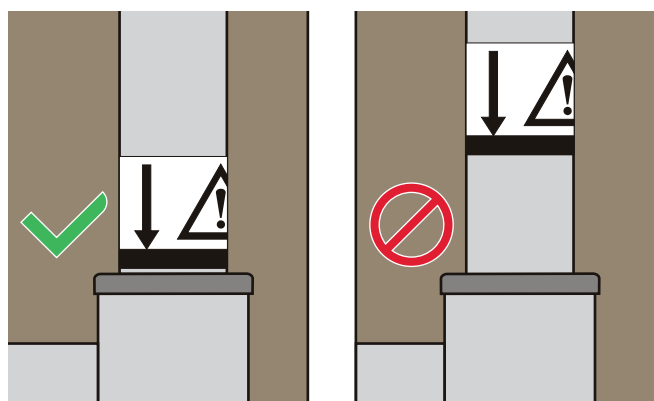

Figure 2
3. Lorsque la potence est correctement installée, la ligne de repère est au même niveau que le haut du support. Voir la Figure 2.